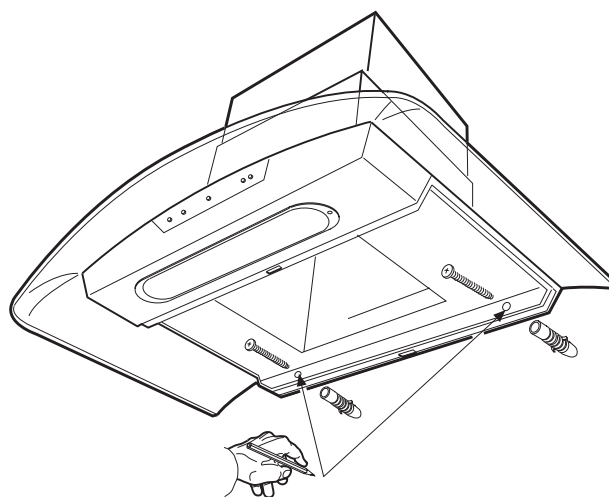

Рис.6
- С внутренней стороны воздухоочистителя отметьте на стене точки, соответствующие отверстиям, которые будут использованы чтобы прочно закрепить воздухоочиститель (рис. 6).
- Просверлите два отверстия (\varnothing 8 мм) и забейте в них два дюбеля (рис. 6).
- С внутренней стороны воздухоочистителя закрутите два фиксирующих винта (рис. 6).